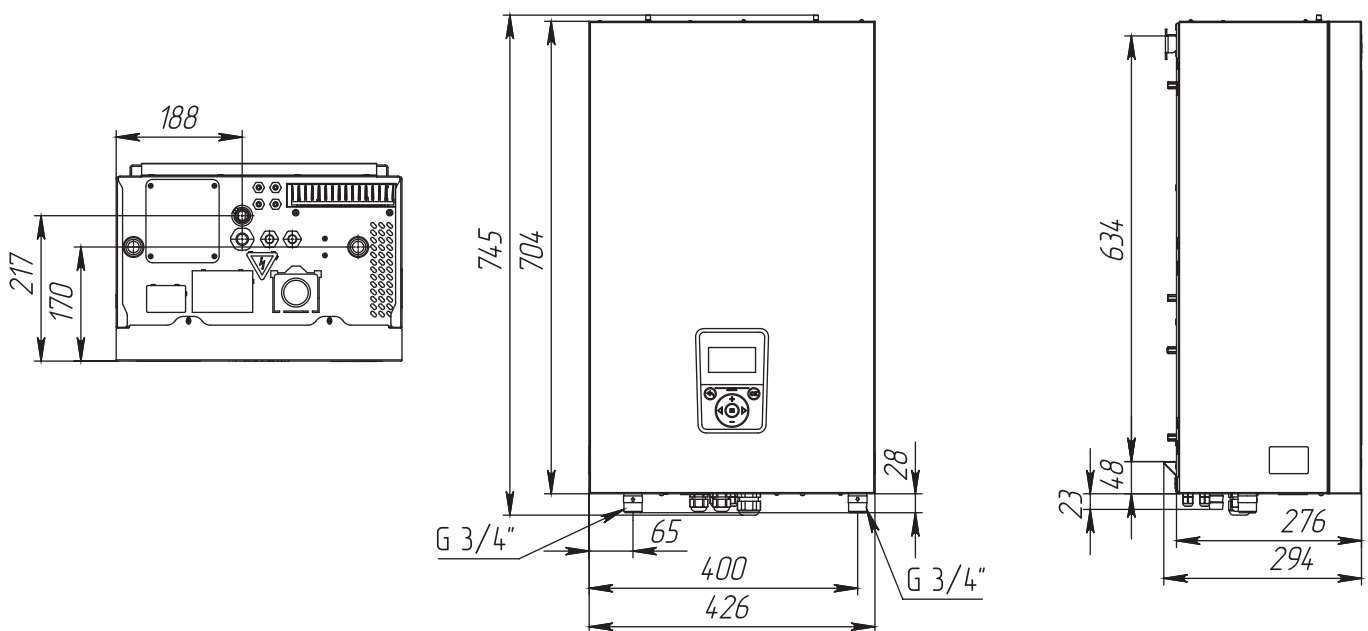
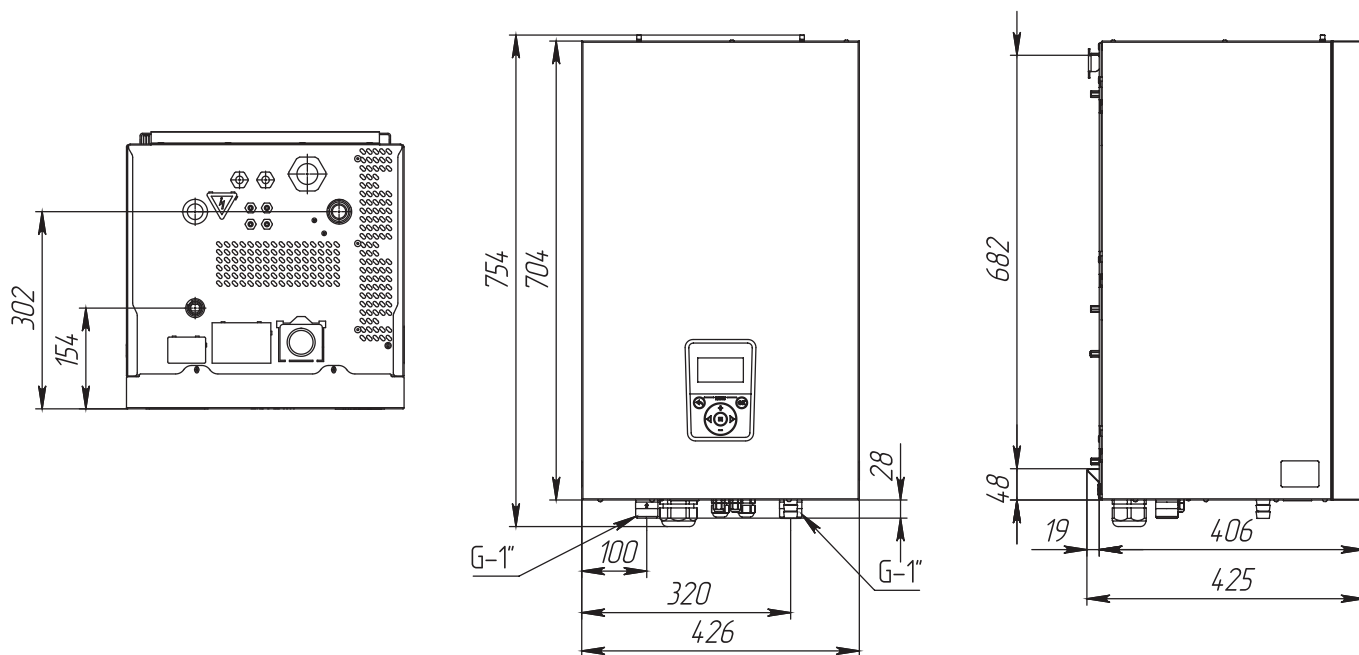

Рис. 10 Габаритные размеры ZOTA МК-X Plus 6-24 кВт
Рис. 11 Габаритные размеры ZOTA MK-X Plus 30-42 кВт
1. Подсоединить котел к системе отопления. Габаритные и присоединительные размеры котлов указаны на **Рис. 10, Рис. 11**;